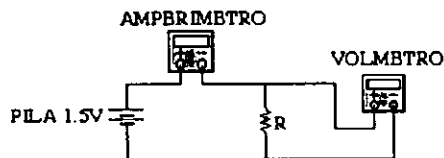

FIGURA 8
- b) Arme el dispositivo de la figura 8, usando la pila nueva y la resistencia de $10\ \Omega$.
- d) Arme el dispositivo de la figura 8, usando la pila usada y la resistencia de $100\ \Omega$.